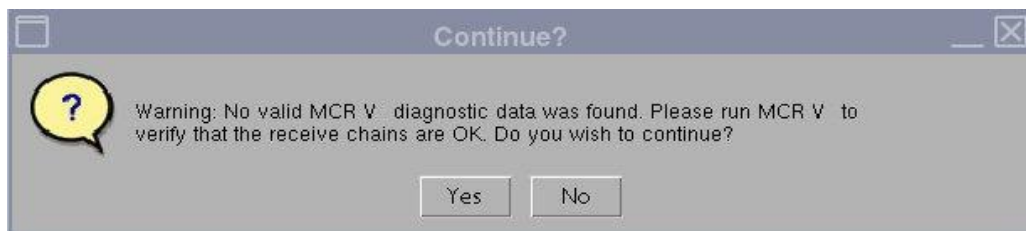

Figura 2
***Nota:** se viene visualizzato l'avviso "No valid MCR-V (or MCR2/3)" (Nessun MCR-V (o MCR2/3) valido) (Figura 2) selezionare [Yes] (Sì) e procedere con il test. La diagnostica MCR-V deve essere effettuata prima di consegnare il sistema al cliente.*